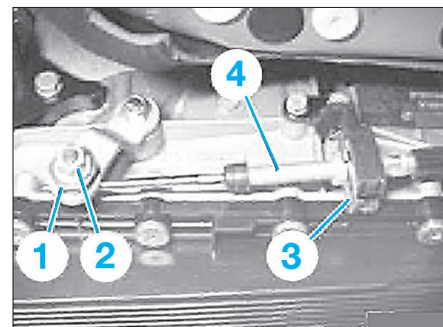
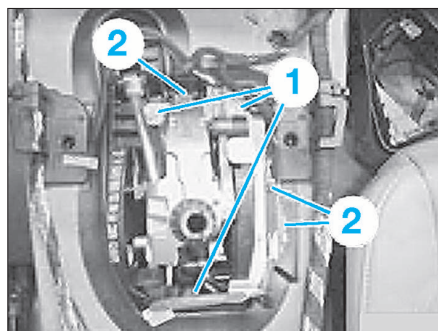

FIG. 7
FIG. 21
- Maintenir la pièce (1) et desserrer l'écrou (2) (Fig.7).
• Maintenir la pièce (1) et desserrer l'écrou (2) (Fig.7).
• Dégager l'agrafe (3) par le bas à l'aide d'un tournevis.
• Dégager le câble (4) du support.
• Déposer les vis (1) (Fig.21).